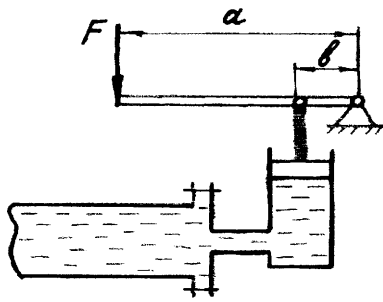

Рис. 1
6. С помощью ручного пресса трубопровод опрессовывается на давление 2 МПа. Чему будет равно усилие на рукоятке пресса в последний момент опрессовки, если диаметр поршня 35 мм, а соотношение плеч рычажного механизма  $a:b - 6?$  (рис. 1).